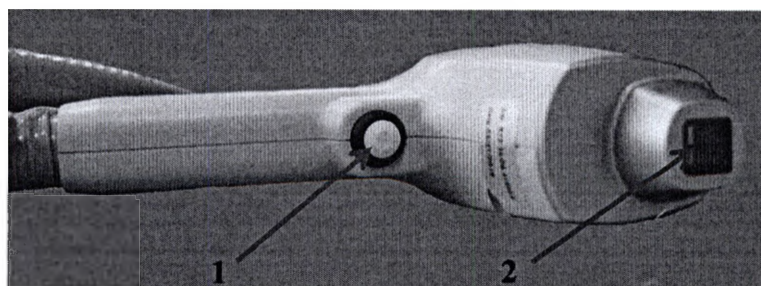

Рис. 3.26 – Диодный манипулятор (1 – кнопка нажатия педали, 2 – защитное окно манипулятора)
3.4.3.1 Прибор оснащен диодным манипулятором (рис.3.26). Вы можете подключить любой манипулятор (см. п. 3.3.4.), доступный для комплектации данного Прибора. Описание манипуляторов приводится в руководстве по работе с манипуляторами и дополнительными насадками. Дезинфекции подлежат части манипулятора непосредственно соприкасающиеся с кожей пациента.